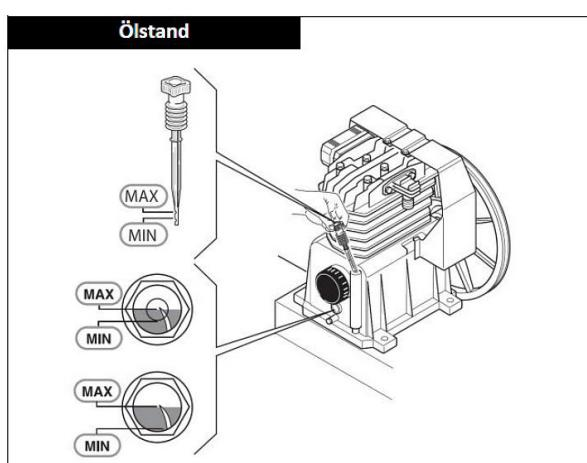

Abb. 4: Ölstand-Anzeige
Schritt 5: Den Verschluss vom Verdichter-Gehäuse abnehmen und den Ölstand-Prüfstab bzw. den Verschluss-Stopfen einstecken. Den Ölstand prüfen. Der Ölstand muss zwischen dem Höchst- und dem Mindestwert des Schauglasses bzw. des Ölmessstabs liegen (Abb. 4).